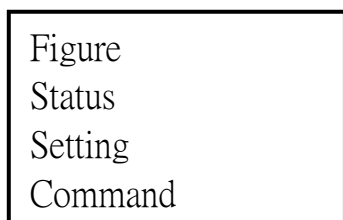

Рис. 3 Основное меню
- Нажмите кнопку ENT для перехода в интерфейс основного меню (см. Рис. 3):